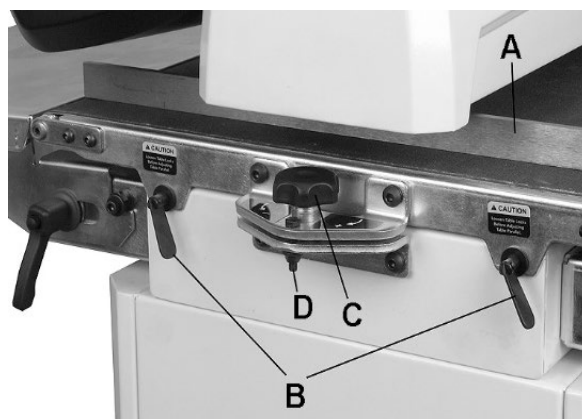

Abb. 8-4: Parallel Ausrichten der Trommel
3. Die Lehre auf der Außenseite der Trommel (A, Abb. 8-4) zwischen Trommel und Vorschubtisch einführen.
3. Ist eine Stufe an der Überlappungsstelle sichtbar, den Vorschubtisch durch Drehen des Einstellknauhs (C, Abb. 8-4) weiter absenken.
Hinweis: Beim Schleifen von schmalen Schleifgut in einem Durchgang, den Vorschubtisch wieder in die parallele Position bringen. Den Einstellknopf in die entgegengesetzte Richtung drehen, bis die Sicherungsmutter (D, Abb. 8-4) berührt wird. Die Sicherungsmutter dient als Festanschlag zur schnellen Rückkehr auf parallel.